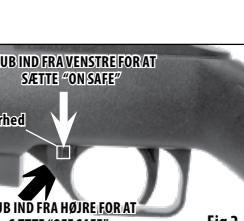

Fig 2
- Skub sikringen fra venstre side ind (Fig. 2) på "ON SAFE", indtil du hører et tydeligt klik.